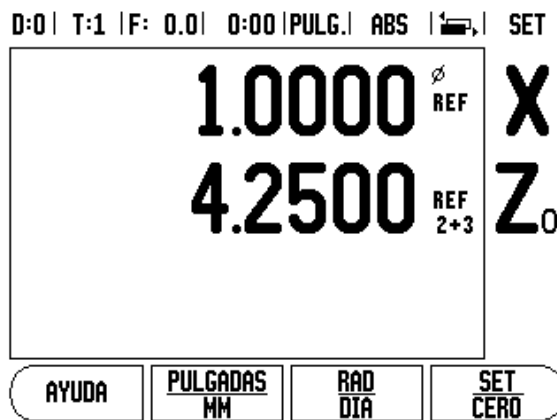

Fig. II.4 Habilitar la asignación Z
- ▶ Pulsar las teclas numéricas asociadas a la entrada del sistema de medida situada en la parte posterior de la unidad. Pulsar las softkeys **+** o **-** para asociar una segunda entrada a la primera. Los números de entrada se visualizan junto a la etiqueta de eje indicando que la posición es una posición asignada (esto es "2 + 3"). Ver Fig. II.4.
Para asignar el eje Z0 y el eje Z, y visualizar el resultado en la visualización Z0, pulsar durante 2 segundos aproximadamente la tecla Z0. La suma de las posiciones Z se mostrará en la visualización Z0, y la visualización Z se pondrá en blanco. Ver Fig. II.4.